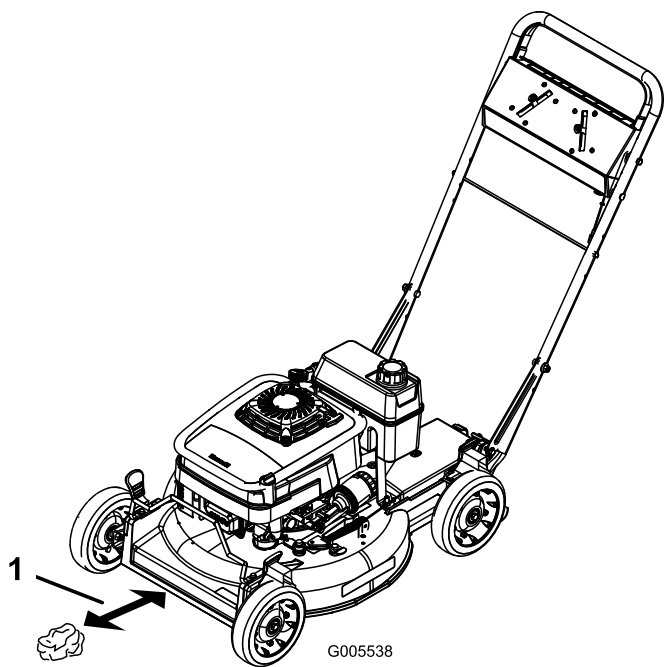
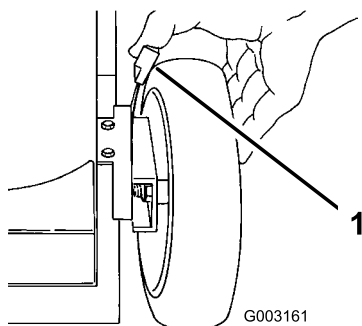

Figura 14
Figura 19
3. Regolate tutte e quattro le ruote all'altezza di taglio di 64 mm (Figura 19).
4. Portate il selettore della velocità in posizione di folle (N).
5. Prendete mezza pagina di giornale e arrotolatela a forma di pallina del diametro di 76 mm circa, in modo che possa inserirsi sotto la scocca del tosaerba (Figura 14).
6. posate la pallina di carta di giornale 13 cm davanti al tosaerba (Figura 14).
- A. posate la pallina di carta di giornale 13 cm davanti al tosaerba (Figura 14).
1. Tirate la leva di regolazione dell'altezza della ruota verso la ruota (Figura 19), e spostatela nella posizione opportuna.